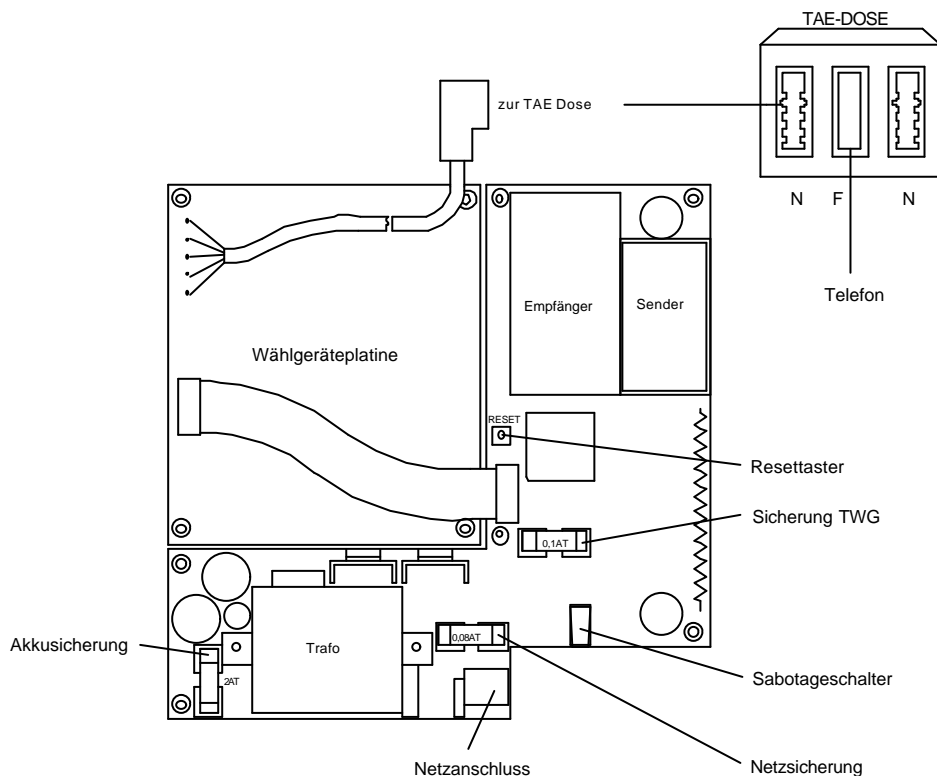

Bild 2: Anschlussplatine des Funk-Telefonwählgerätes AWUG
6. Stecken Sie das Verbindungskabel zur TAE-Dose in den linken Anschluss „N“ (siehe hierzu Bild 2).